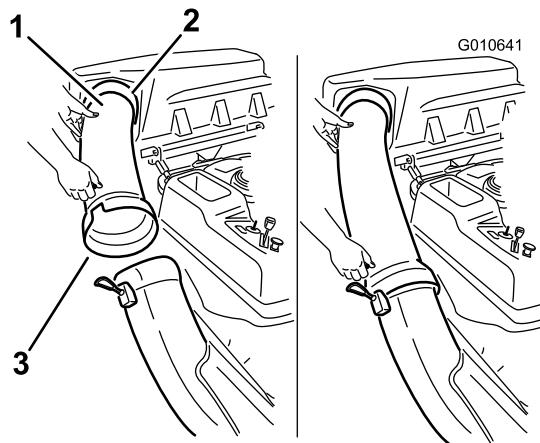

Figura 24
1. Uvucite zakrivljeni kraj odvodne cevi u otvor na poklopcu sakupljača (Figura 24).
2. Navucite prošireni kraj cevi za odvod preko kraja bacača. Pomerite sigurnosnu gumenu traku na spoju bacača preko kline na odvodnoj cevi da biste je pričvrstili (Figura 24).